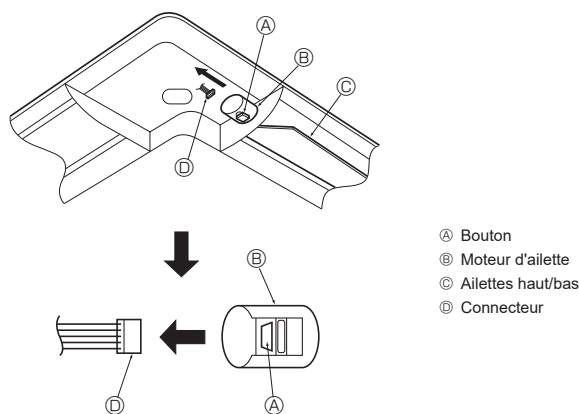

Fig. 10-16
10.5. Verrouillage de la direction haut/bas du flux d'air (Fig. 10-16)